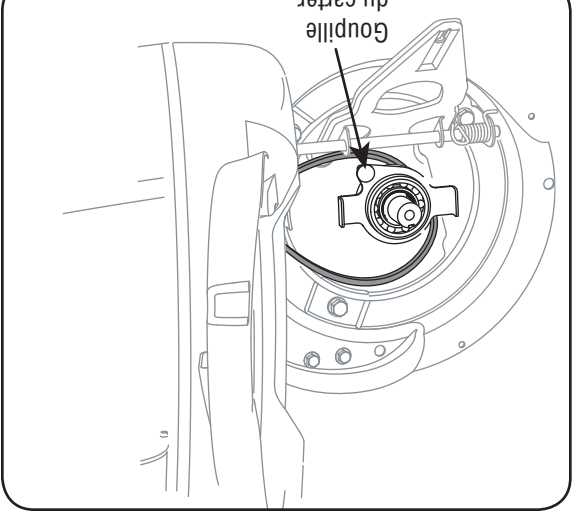

Figure 18
19. Placez la courroie entre les deux motifs de poulie sur le vilebrequin. Faites attention de faire passer la courroie sur l'intérieur de la goupille du carter. Voir la Figure 18.